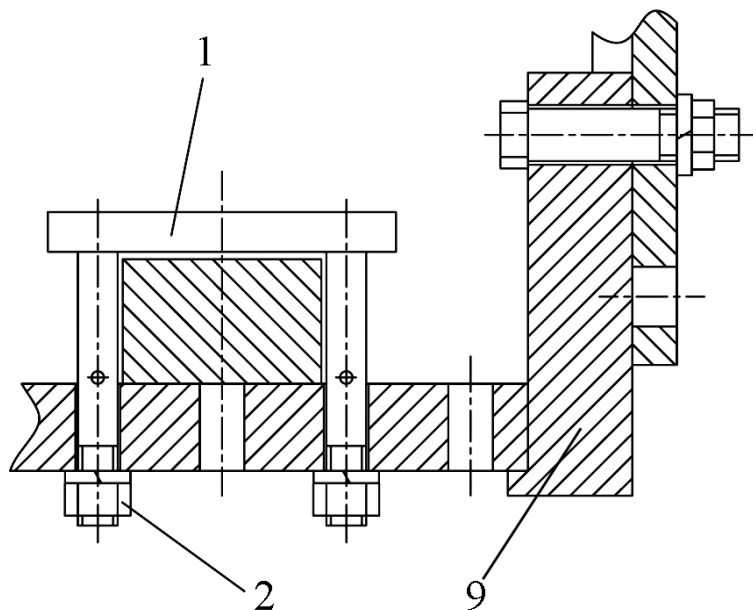

Рисунок 8.23
- 1) снимите скобу (1) (**рисунки 8.21, 8.23**), предварительно отвернув гайки (2) (**рисунок 8.23**)
- 5) снимите поперечину (9) (рисунок 8.23) с направляющих (10), (11) (рисунки 8.21, 8.24);